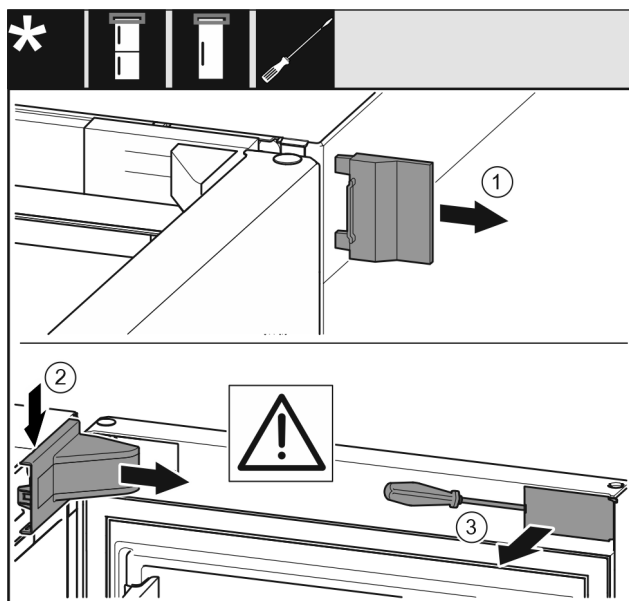

Fig. 6
- ▶ Retirer le cache extérieur. Fig. 6 (1)
- ▶ Détacher et libérer le cache du support de palier. Retirer le cache du support de palier. Fig. 6 (2)
- ▶ Dégager le cache avec le tournevis et l'incliner sur le côté. Fig. 6 (3)